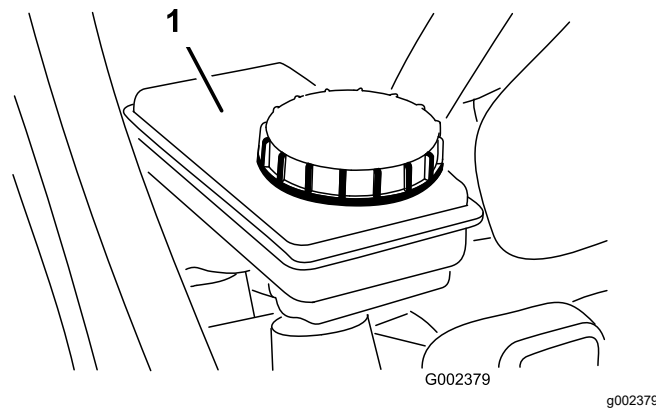

Figura 55
6. Si el nivel de líquido es bajo, limpie la zona alrededor del tapón, retire el tapón y llene el depósito hasta el nivel correcto con el líquido de frenos especificado (Figura 55).
5. Asegúrese de que el nivel de fluido llegue a la línea Lleno del depósito (Figura 55).